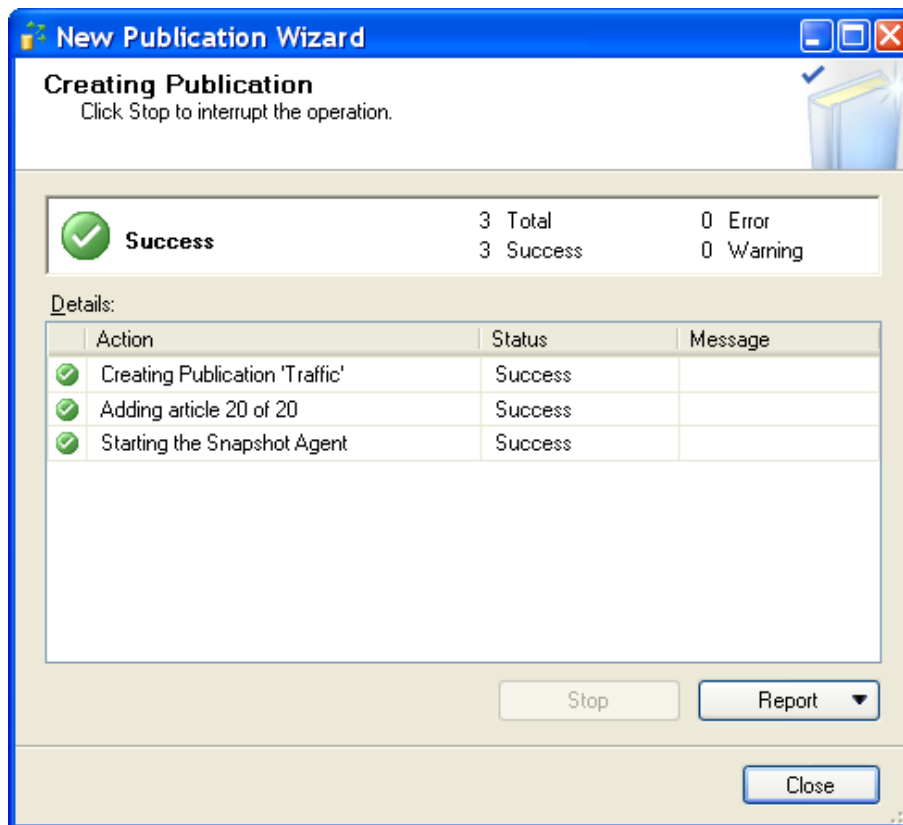

Рис. 11.3-11. Статус выполнения всех задач
- 10.18. В открывшемся окне «Creating Publication» отобразится процесс выполнения задач при создании новой публикации (Рис. 11.3-11).